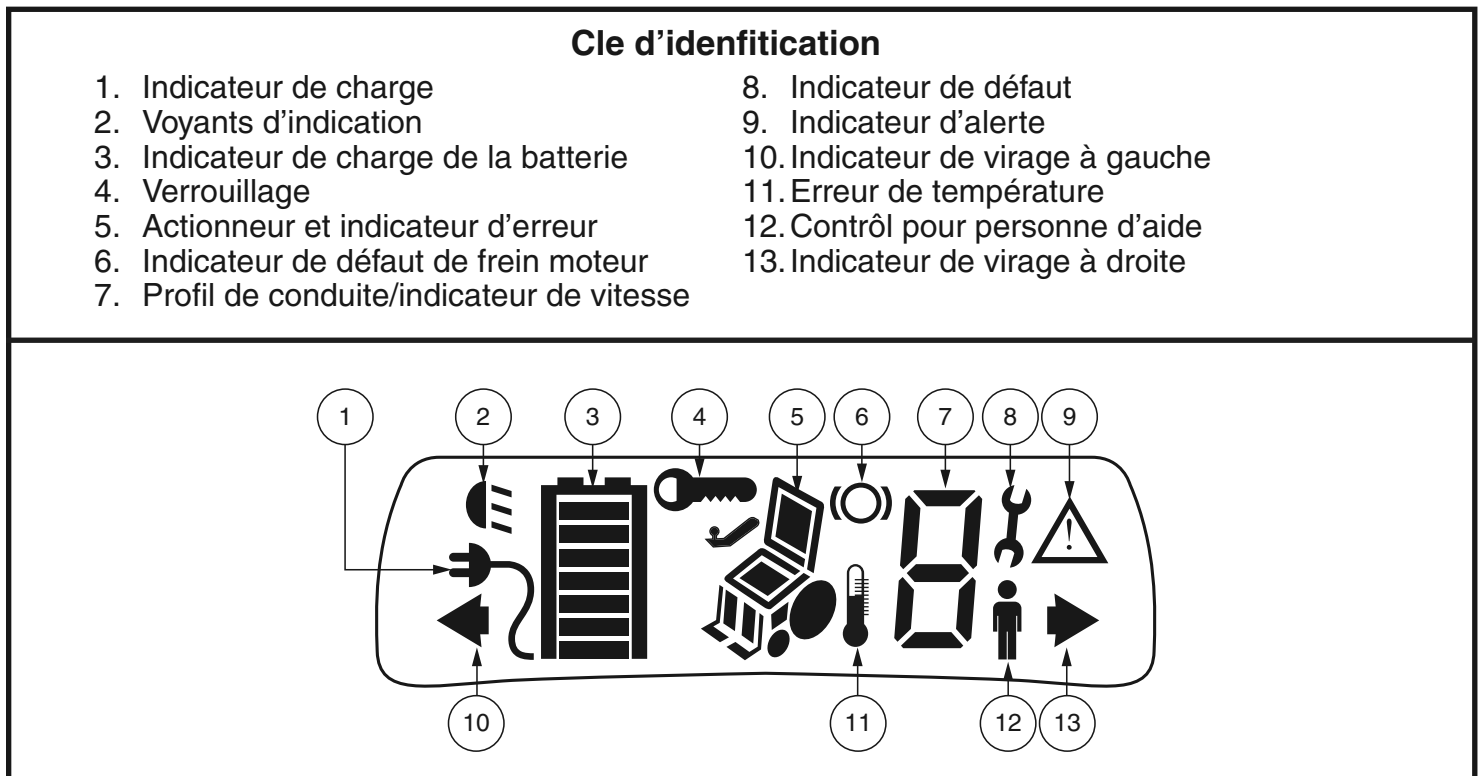

Figure 1. Écran LCD
L'écran présente à l'utilisateur des informations et des réactions sur l'état des batteries, verrouillage, actionneurs, clignotants, programme de fonctionnement, vitesse du fauteuil, mise en garde et notifications de problèmes internes. **Voir la figure 1.**
- **Mise en garde:** Alerte sur des conditions qui peuvent affecter le fonctionnement ou la performance du fauteuil. **Voir la figure 1.**
- **Temperature:** Vous alerte de conditions de température élevée des composantes internes de votre fauteuil motorisé qui pourraient en affecter le fonctionnement et/ou la performance. **Voir la figure 1.**